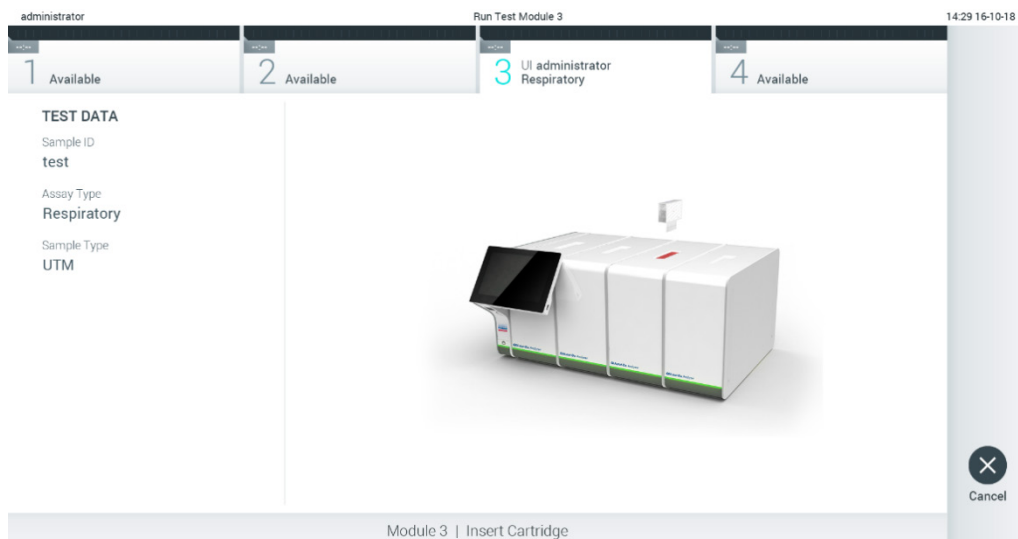

図 27.QIAstat-Dx アッセイカートリッジを QIAstat-Dx Analyzer 1.0 に挿入。
7. QIAstat-Dx アッセイカートリッジのスワブポートとメインポートのサンプル蓋がしっかり閉じていることを確認します。QIAstat-Dx Analyzer 1.0 の上部のカートリッジエントランスポートが自動的に開いたら、バーコードを左に、反応チャンバーを下に向けて QIAstat-Dx アッセイカートリッジを挿入します (図 27) 。